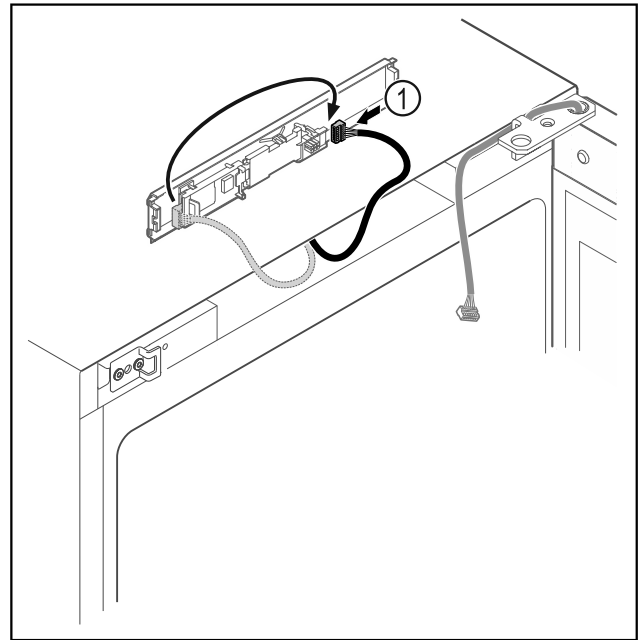

Fig. 15
- ▶ Stekker Fig. 15 (1) op printplaat verwisselen.